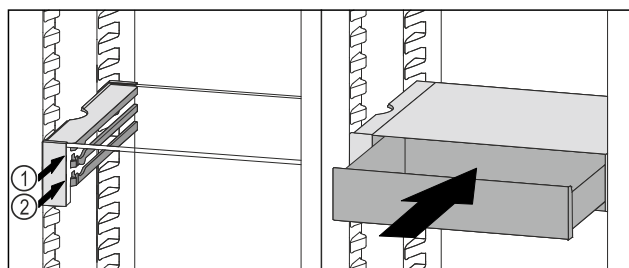

Fig. 134
- Placer le tiroir VarioSafe derrière les butées sur la nervure désirée Fig. 134 (1) ou Fig. 134 (2).